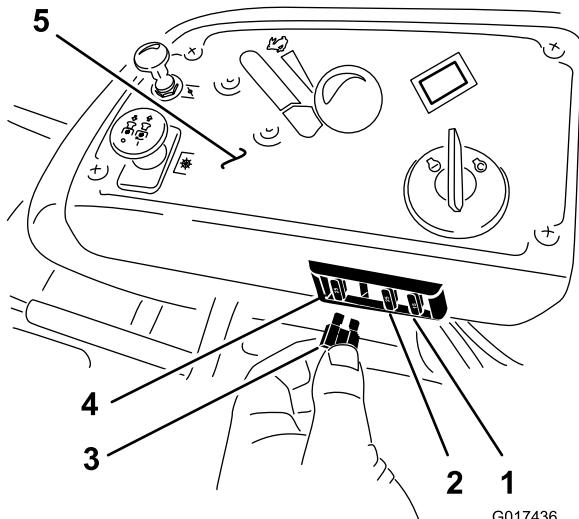

Bild 48
1. Die Sicherungen befinden Sie rechts am Armaturenbrett neben dem Sitz (Bild 48).
- Setzen Sie eine neue Sicherung ein (Bild 48).